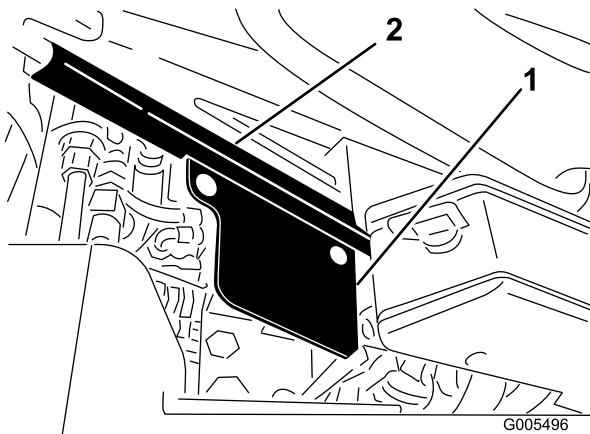

Bild 8
7. Montieren Sie den Ventilschutz mit zwei Schlossschrauben (5/16 x 5/8 Zoll) und Muttern an der rechten Seite des Sitzunterteils. Positionieren Sie den Schutz wie in Bild 8 dargestellt.